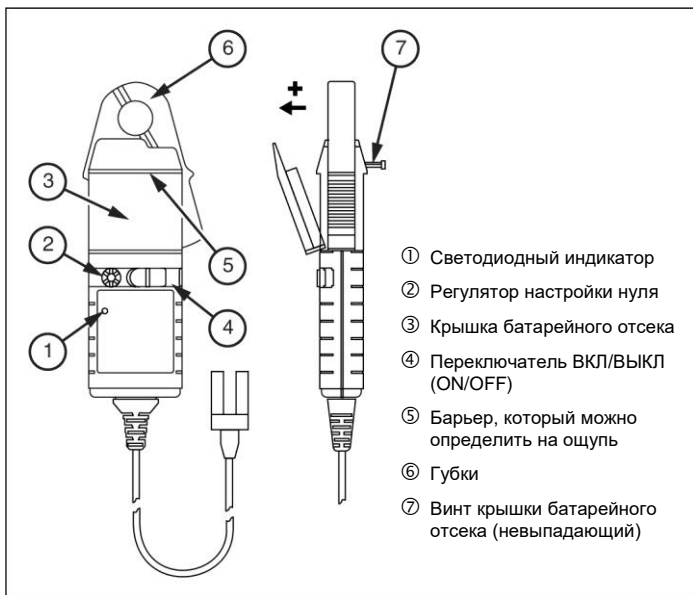

Рис. 1. Токовые клещи переменного и постоянного тока i30s и i30
**Во избежание получения травмы при использовании токовых клещей запрещается касаться устройства за защитным барьером в соответствии с рис.1. Запрещается использовать клещи, если любая их часть, включая проводники и разъемы, выглядит поврежденной либо если возникли опасения, что устройство функционирует неправильно.**
При достижении минимально возможного рабочего напряжения начнет мигать красный светодиодный индикатор. См. рис. 1. Следуйте указанной ниже процедуре.
2. Ослабьте невыпадающий винт крепления крышки батарейного отсека. Поверните крышку на 30° и сдвиньте с корпуса токовых клещей в соответствии с рис. 1. Теперь доступ к батарее открыт. Замените батарею, закройте крышку и заверните винт.